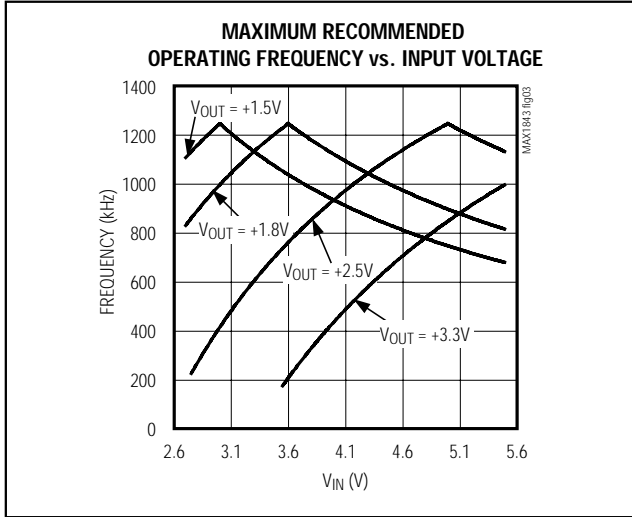

図3. 最大推奨動作周波数対入力電圧
- 1) 希望のPWMモードスイッチング周波数を選択します。最大動作周波数については図3を参照して下さい。